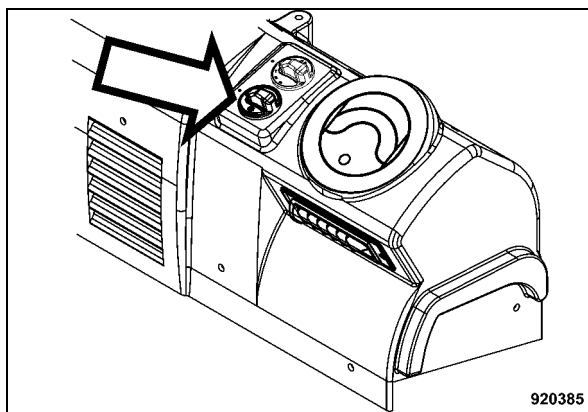

Fig. 142
- Con l'interruttore rotante del climatizzatore (Fig. 142) selezionare una temperatura di raffreddamento nel campo azzurro.